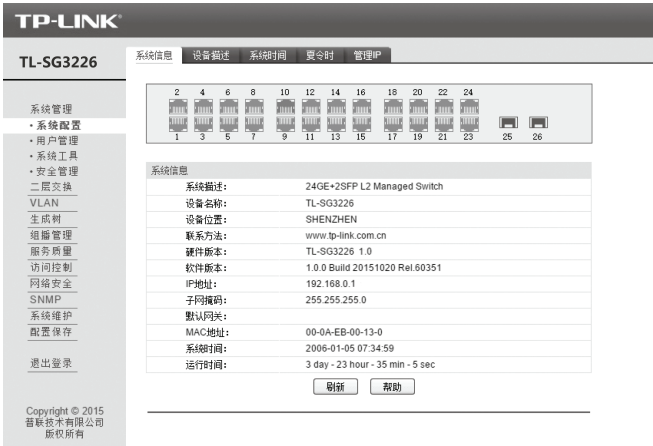

图4-2 交换机管理界面首页
- 4. 登录交换机管理界面首页, 如图4-2所示。点击左上角本公司的商标, 可以方便的访问本公司商用网络首页 (http://smb.tp-link.com.cn) ；点击主页左侧的主菜单栏即可进行相应功能的配置。